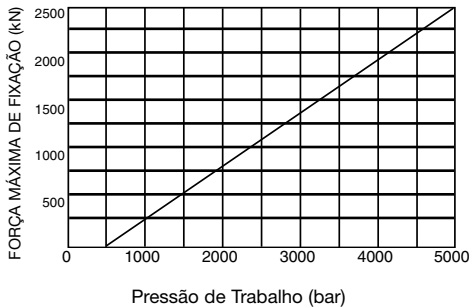

**Figura 2**
ser trabalhada no dispositivo. Caso o cilindro seja montado em manifold no dispositivo, através da entrada inferior, deve-se antes remover as tampas de entrada e as gaxetas de cobre. (ver item B, Figura 2). Lubrifique os "O rings"(anéis tipo "O") e instale-os (ver Figura 2) nos canais da conexão, antes de montar e aparafusar o cilindro tipo suporte. Certifique-se de que os "O-rings"(anéis tipo "O") não sejam "mordidos" ou danificados de qualquer forma, durante esta montagem, para evitar vazamentos. Para garantir que a montagem do manifold não apresenta vazamento, providencie uma superfície de montagem nivelada para o dispositivo, com uma precisão de 0.08 mm e que a rugosidade de superfície não ultrapasse Ra 0,8.
5. Caso haja risco da entrada de óleo de corte da usinagem, sujeira e cavacos no cilindro através do respiro de ventilação (ver Figura 2), coloque um tubo no respiro com uma linha que corre para uma área protegida de sujeira, óleo de corte, etc.